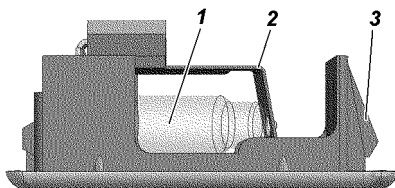

Рис. 9.53. Плафон подсветки вещевого ящика:
**Плафон подсветки вещевого ящика.** Для замены лампы извлеките плафон (рис. 9.53) из вещевого ящика. Замените лампу 1 отжав держатель 2.